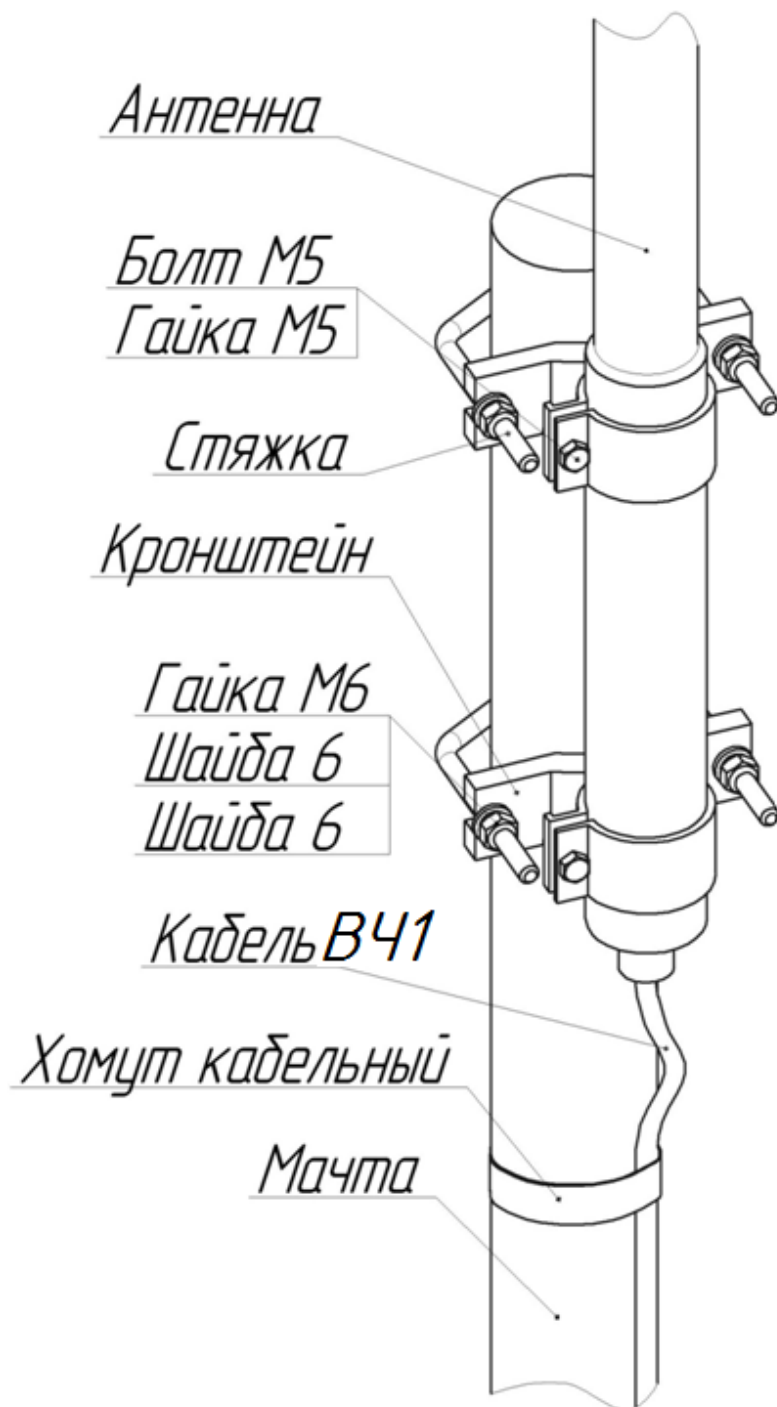

Рисунок 1 – Установка Комплекта Антенны АКБ-868 на мачте
5.1 Установка Комплекта на мачте (Рисунок 1).